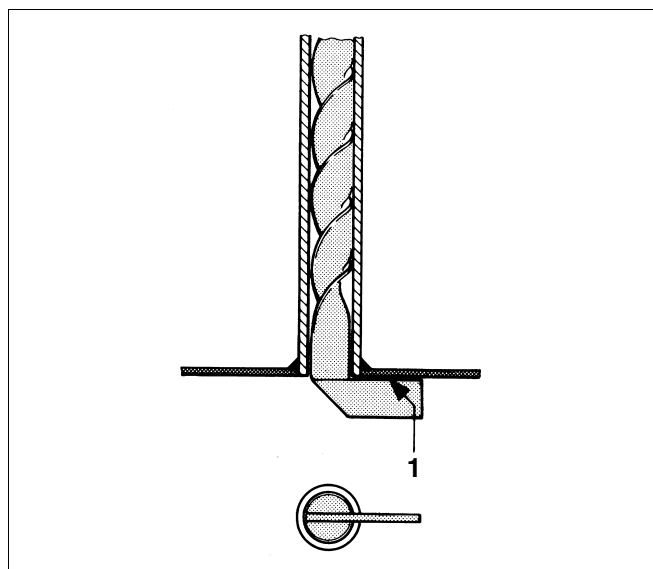

Fig. 25 Tablele spiralate
- Aveți grijă ca opritorii să fie poziționați orizontal pe țevile de transfer de căldură (fig. 25, **poz. 1**).